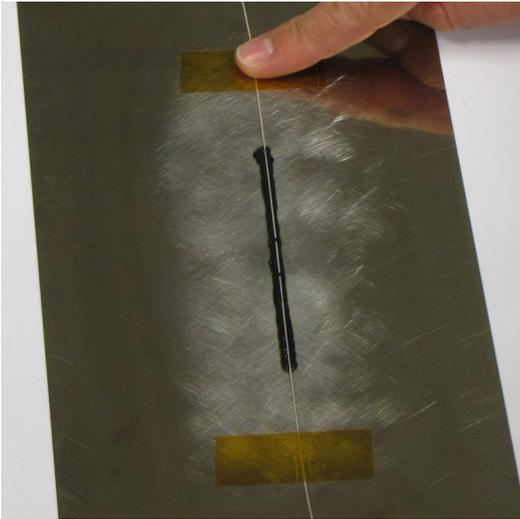

Abb. 2.10 Befestigen der Faser mit eingebettetem optischen Sensor FS70PKF
- ▶ Die Faser in dieser Position mit einem Klebestreifen (empfohlen: Polyimid-Klebeband 1-KLEBEBAND) auf jeder Seite des Klebebereichs fixieren (Abb. 2.10).